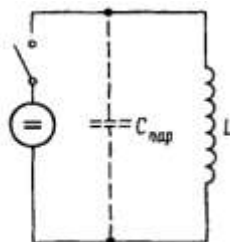

Рис. 7. Схема контура, содержащего индуктивность  $L$  и паразитную емкость  $C_{\text{пар}}$
10. Вычислить максимальное напряжение  $U_{\max}$  на контактах выключателя, возникающее при размыкании контура выключателем в котором протекает ток. Принять значения тока, протекающего в контуре до момента отключения равным 5 А, индуктивность контура принять равной  $L$ , а величину паразитной ёмкости принять равной  $C$ . Потери энергии не учитывать (рис. 7).